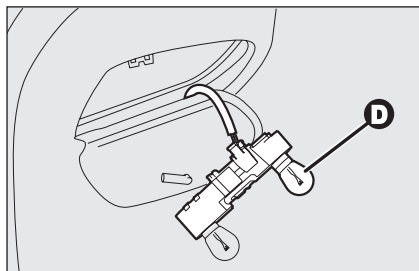

fig. 36
- rimuovere e sostituire la lampada interessata spingendola leggermente e ruotandola in senso antiorario **fig. 36**;